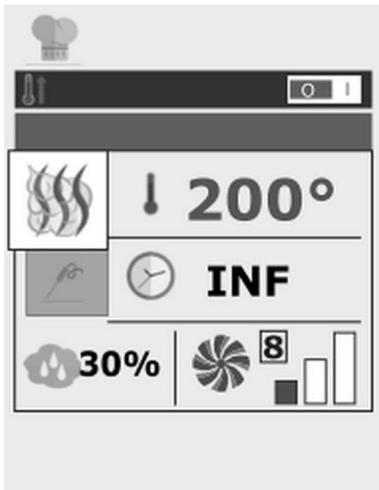

Fig. 14
1. Pour régler la vitesse du ventilateur, appuyer sur la touche 8 (Fig. 14) et sélectionner les paramètres voulus.